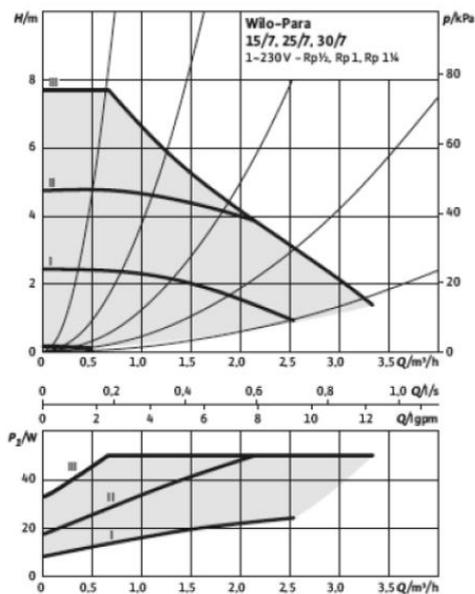

Figura 47 – Desempenho da bomba – Velocidades constantes I, II e III
- Seleção da curva característica (I, II e III - Figura 47) dentro do modo de controle.